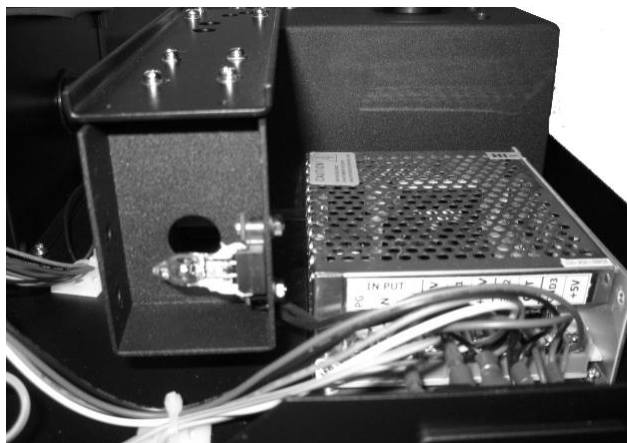

Рисунок 7. Спектрофотометр УФ-1100 - лампа.
- Открутите два винта крепления кронштейна лампы и извлеките узел крепления лампы (Рис. 7). Затем отвинтите два винта крепления прижимной пружины лампы и снимите пружину. Аккуратно отсоедините лампу от керамического основания белого цвета. Вставьте в керамическое основание новую лампу. Привинтите на место прижимную пружину лампы. Установите узел крепления лампы на место и привинтите его к основанию.